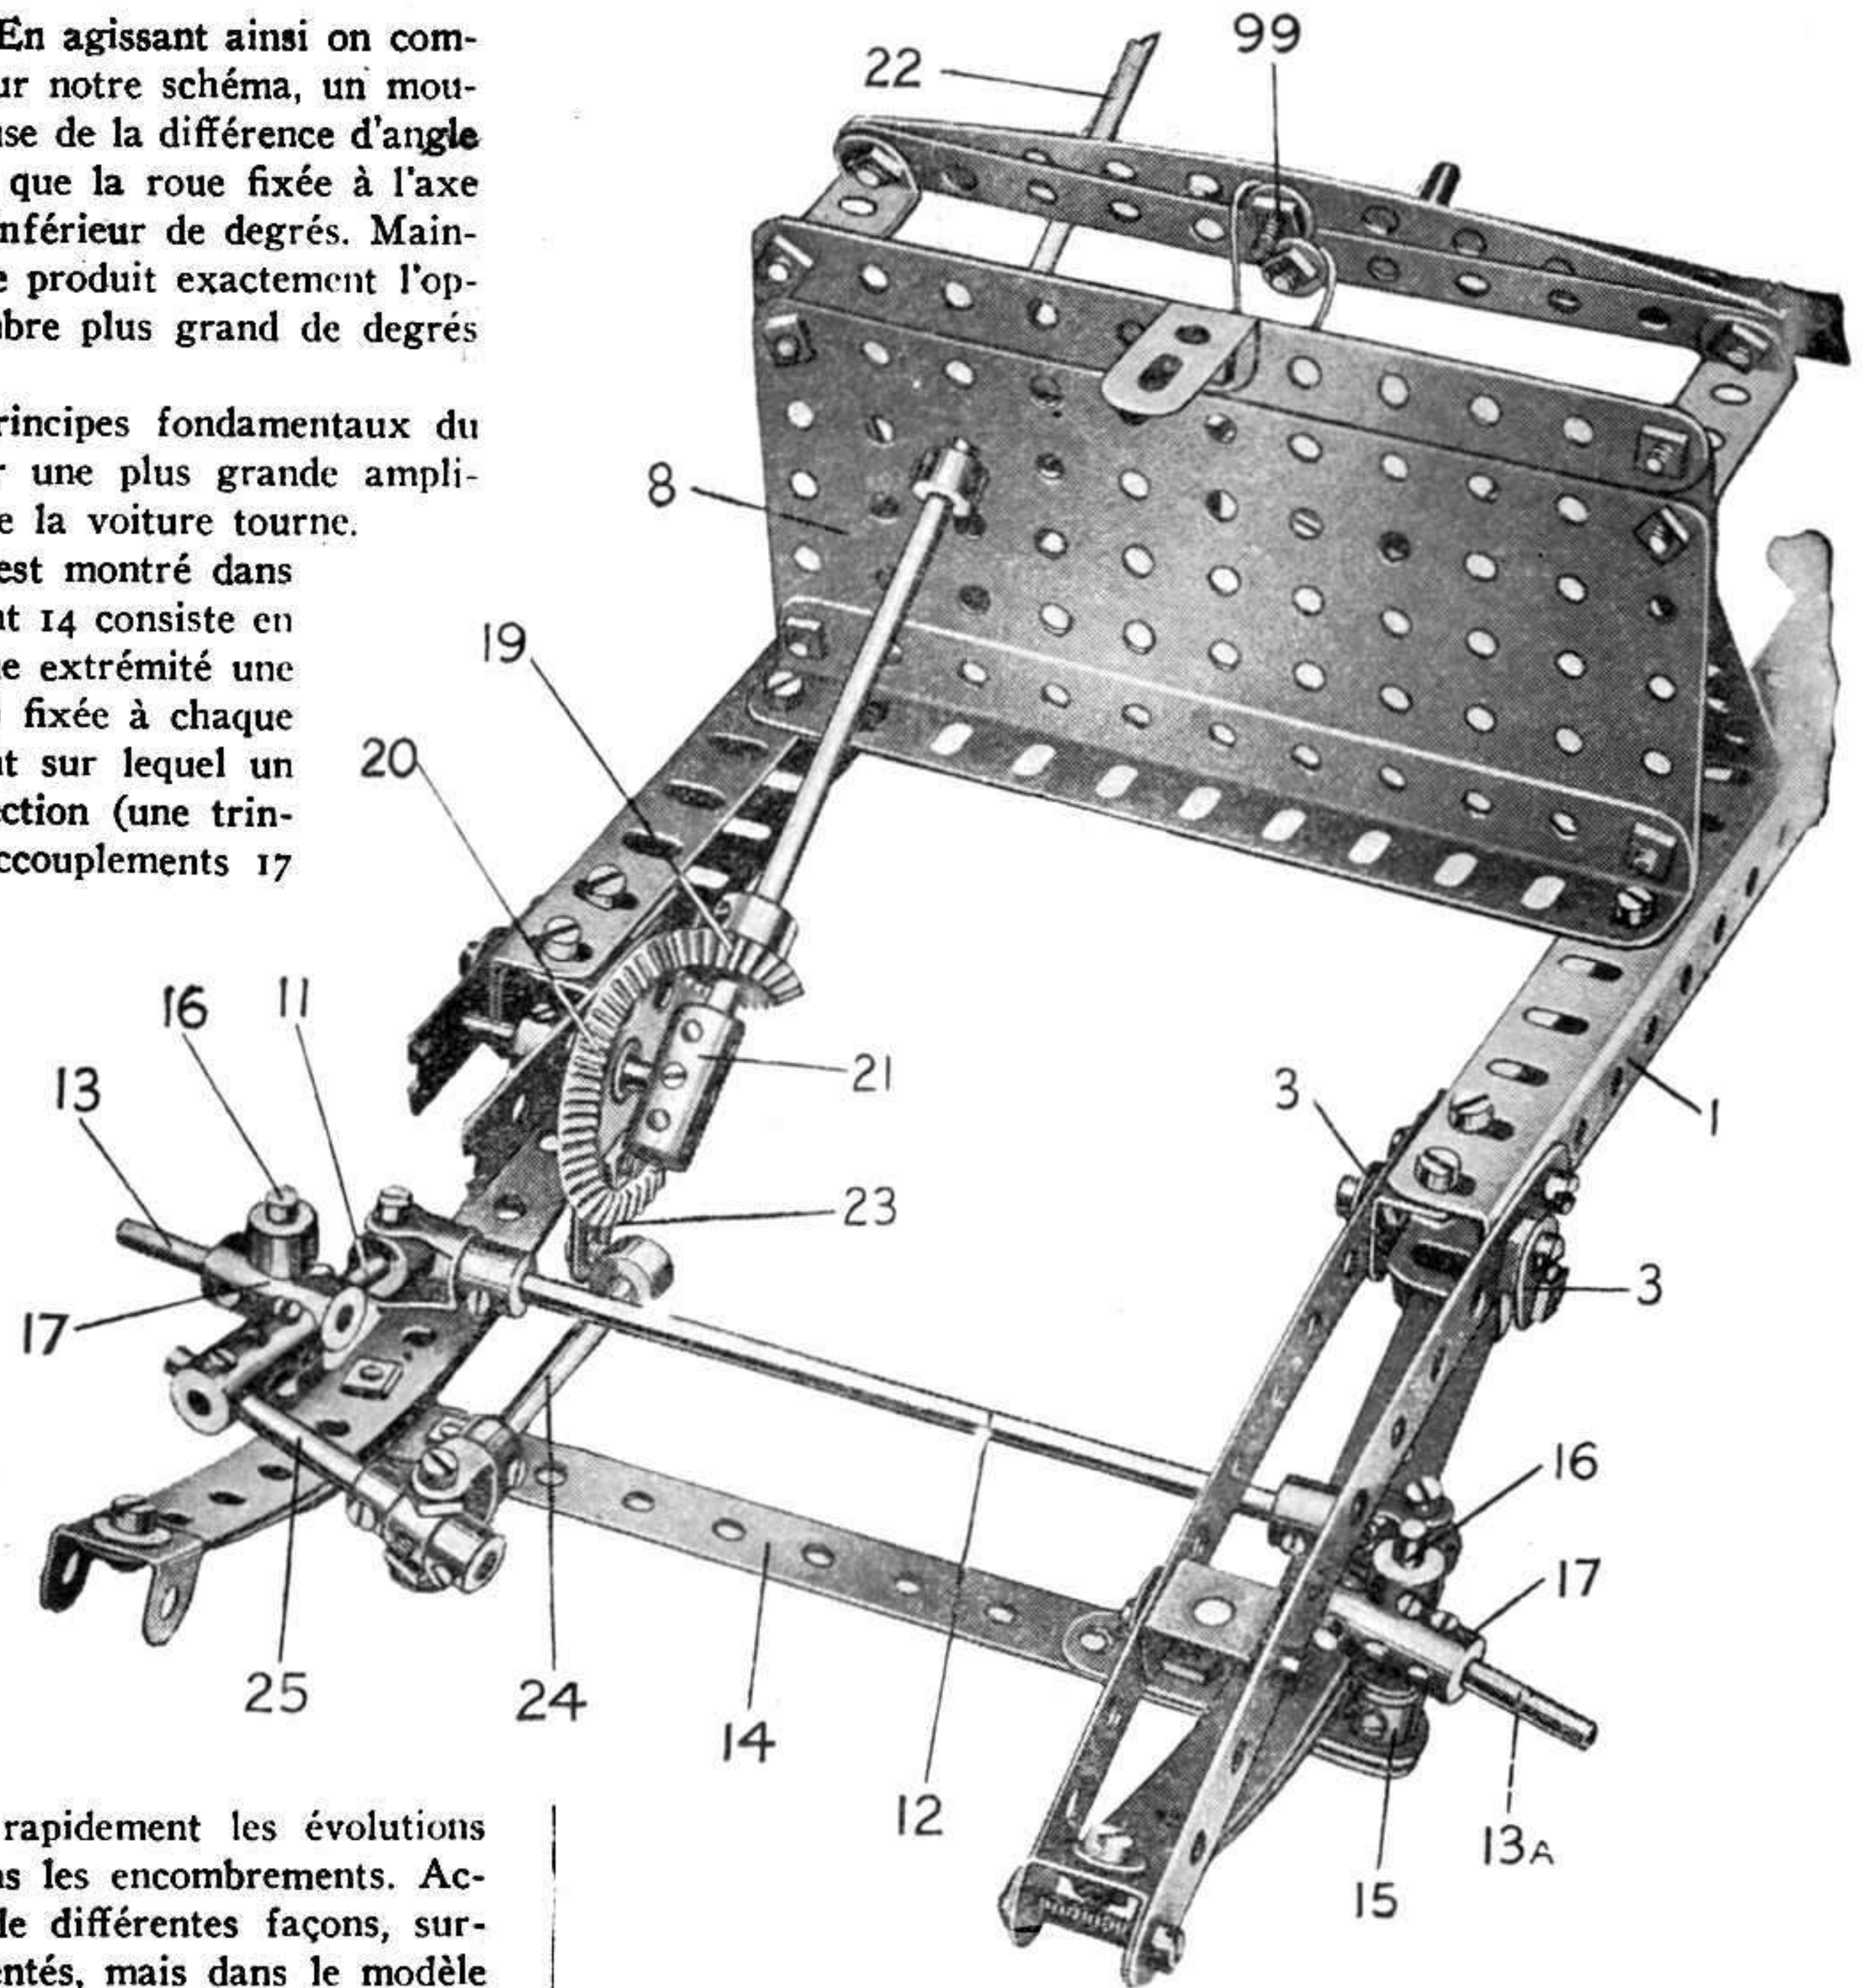

Fig. 4. — Avant du Châssis montrant le Mécanisme de Direction
Le montage d'un axe de direction 13a est montré dans tous ses détails sur la fig. 6. L'essieu avant 14 consiste en une bande de 11 trous supportant à chaque extrémité une manivelle 15. Une tringle de 38 mill. (16) fixée à chaque manivelle, constitue un axe de pivotement sur lequel un accouplement 17, supportant l'axe de direction (une tringle de 25 mill.), tourne librement. Les accouplements 17 (voir fig. 6), supportent une tringle de 25 mill. 11a, à laquelle est fixé un joint pivotant 18. La fourchette de ce dernier est fixée sur la barre d'accouplement 12, dont l'autre extrémité est bloquée au second axe de direction, également par un joint pivotant fixé lui-même à la tringle de 25 mill. (fig. 4 et 5).
La commande entre le volant et les roues est un point extrêmement important. La proportion ou le rapport entre le mouvement communiqué au volant et la position correspondante des roues ne doit pas être trop grande, autrement un léger mouvement du volant donnerait une trop grande déviation à la voiture ce qui pourrait être dangereux et provoquerait des accidents. D'autre part, si ce rapport est trop petit, la voiture serait difficilement maniable et ne pourrait exécuter rapidement les évolutions voulues, de là, impossible de circuler dans les encombrements. Actuellement, la démultiplication est faite de différentes façons, surtout grâce aux vis sans fin et secteurs dentés, mais dans le modèle Meccano, la méthode la plus pratique est constituée par un engrenage conique en prise avec un autre engrenage conique de 38 mill. (20) fig. 4. Ce dernier peut tourner librement sur une tringle de 38 mill. montée dans le longeron du châssis et est fixé au centre d'un accouplement 21. Une extrémité de cet accouplement constitue une butée pour l'extrémité de l'axe du volant 22, qui consiste en une tringle de 20 cm. supportant une poulie de 5 cm. représentant le volant.